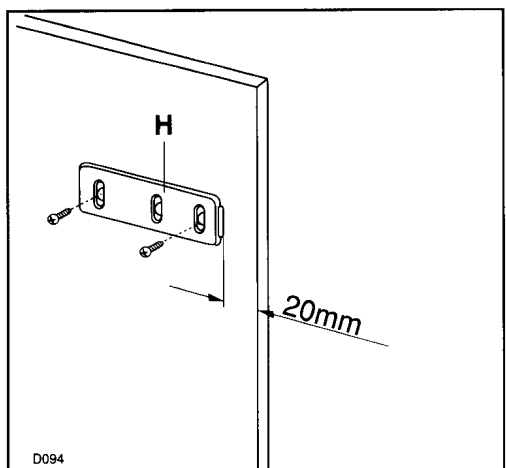

Fig. 7
Posez les guides (H) à l'intérieur de la porte du meuble, en haut et en bas, comme l'illustre la Fig. 7, et repérez la position des trous extérieurs.